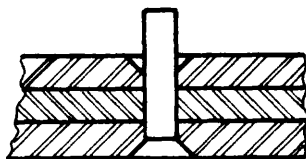

Fig. 4
- a Coloque el remache y apóyelo sobre una base plana sólida (fig. 4).